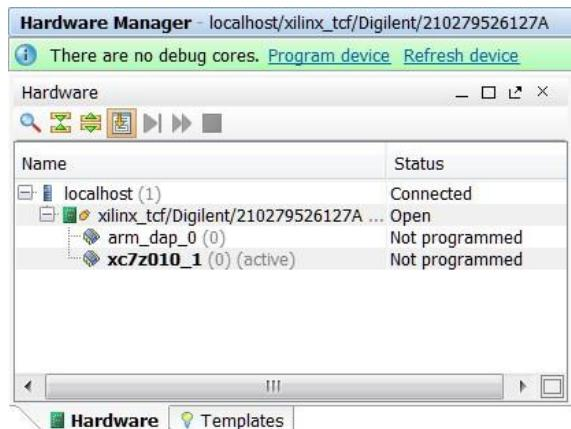

图 4-2-20 打开硬件会话
- (10) 单击两次 Next, 然后单击 Finish。未连接硬件会话状态更改为服务器名称并且器件被高亮显示, 如图 4-2-20 所示。还要注意, 该状态表明它还没有被编程;